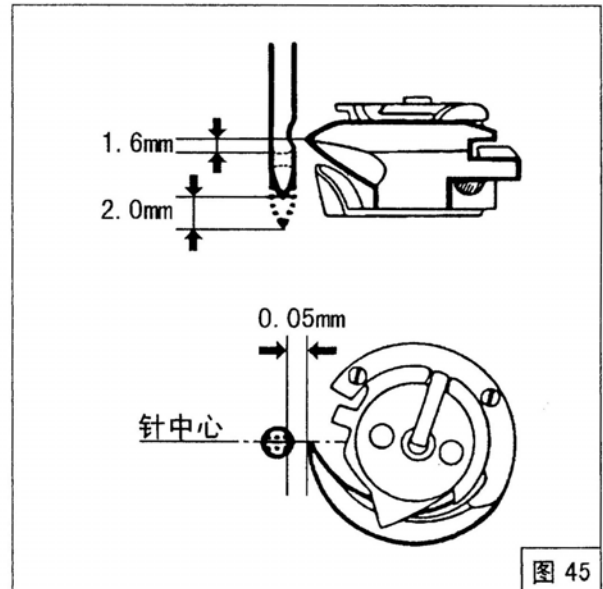

图 45
调整旋梭和针的位置：当针尖从最低位置上升 2mm 时，旋梭和针的位置应如图 45 所示，针孔低于梭尖 1.6mm，梭尖正对针凹槽，梭尖与针凹槽的间隙为 0.05mm。
A. 调整针杆位置：如图 45、46，当针从最低位置上升 2mm 时，调整针杆位置使针孔低于梭尖 1.6mm。用手转动主动轮，使针杆从最低位置上升 2mm，松开针杆接头螺钉②，上下移动针杆，使之符合 1.6mm 的要求，调整结束后，拧紧针杆接头螺钉。